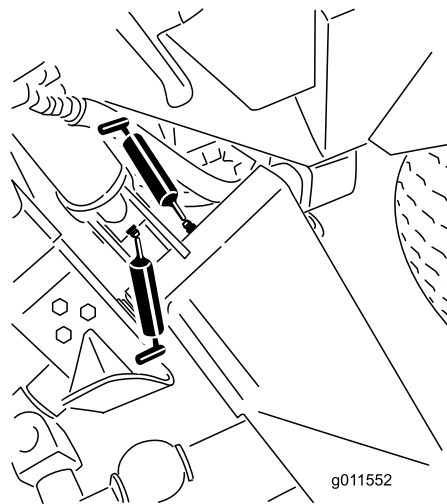
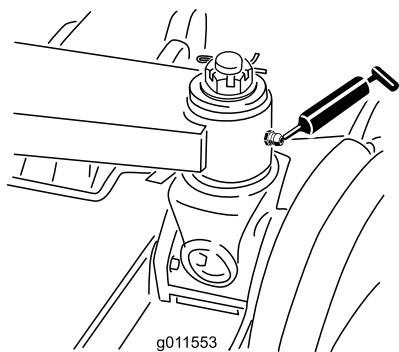

Figura 72
Figura 73
- 6 boccole del braccio di sollevamento principale (Figura 72 e Figura 73)